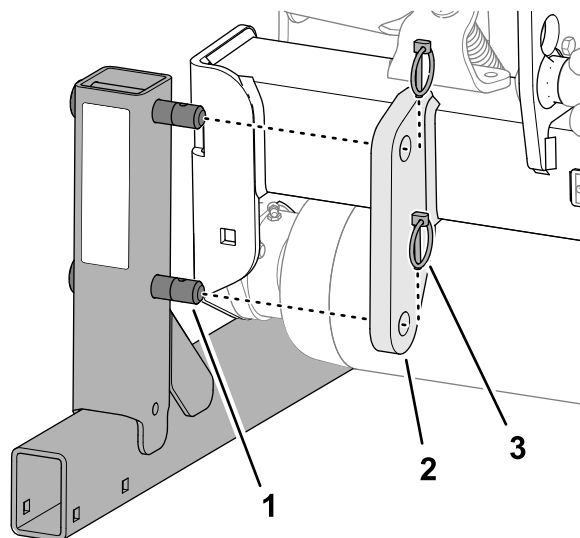

Figure 20
- Insérez les goupilles à anneau (incluses dans les pièces détachées) dans les ergots des supports pour le rangement (Figure 20).
- Enlevez les 2 goupilles à anneau qui fixent le support de rangement sur la patte du support du cadre d'attelage de la machine (Figure 20).